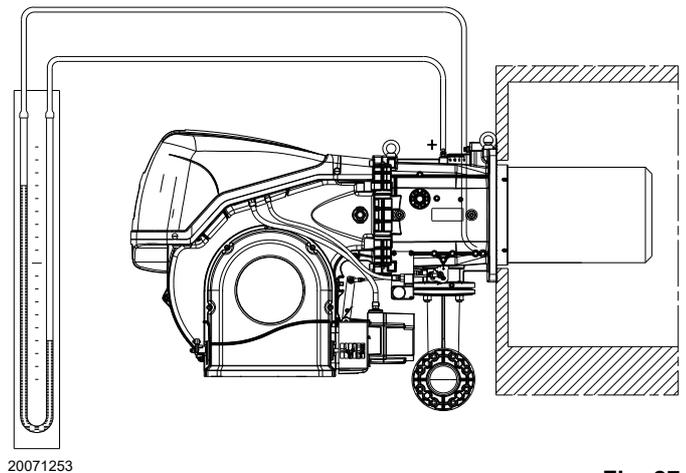

Fig. 27
- Montar un manómetro en U o un manómetro de tipo diferencial (Fig. 27), con toma (+) en la presión del gas del manguito y (-) en la cámara de combustión.
Cuando el gas llega al manguito, es indicado por el manómetro en U (Fig. 27).
Orientativamente, puede obtenerse consultando la Tab. J en la pág 25, basta con leer la presión del gas en el manómetro en U, véase Fig. 27 en la pág 27 y seguir las indicaciones.